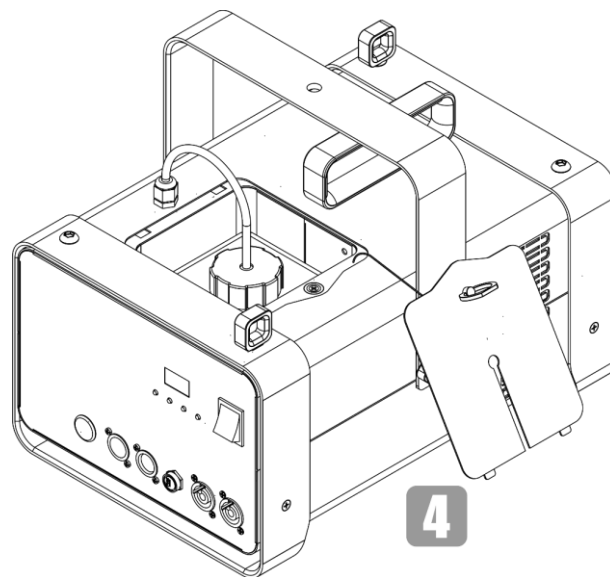

Abb. 24
- 04) Legen Sie den Servicedeckel neben das Gerät (Abb. 24).